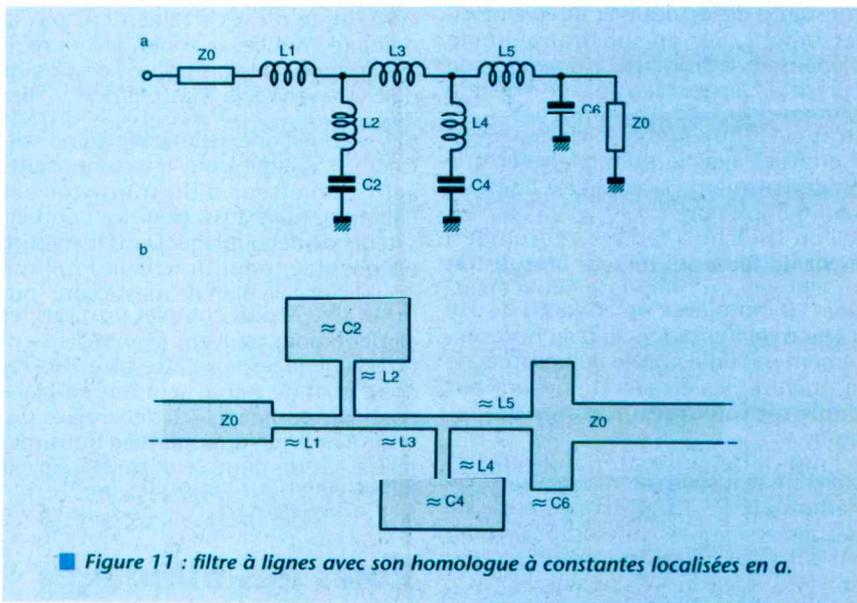

Figure 11 : filtre à lignes avec son homologue à constantes localisées en a.
Un filtre à lignes aura par exemple l'allure du filtre représenté à la figure 11. Cette figure regroupe le schéma électrique équivalent du filtre et le tracé du circuit imprimé concrétisant ce filtre. A la figure 11 on constate qu'une ligne étroite est équivalente à une self et une ligne large à un condensateur. Nous reviendrons dans quelques instants, sur les qualificatifs étroite et large qui méritent quelques précisions supplémentaires.
- Le filtre de la figure 11 se prête parfaitement à une application pratique